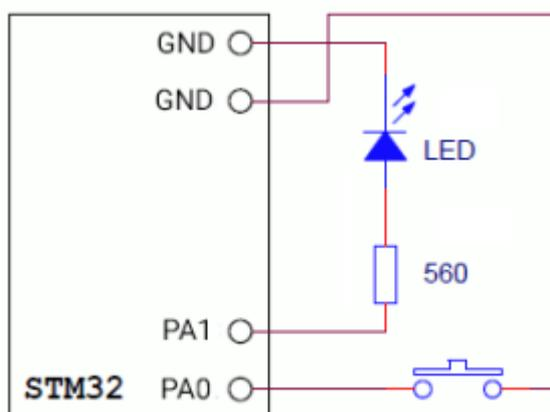

Рис. 3.5. Підключення зовнішнього світлодіода та кнопки
1. Виконати попередні налаштування плати «STM32F4 - DISCO» для керування вбудованим та зовнішнім світлодіодами із використанням таймеру та кнопки. Схема підключення елементів показана на рис. 3.5.